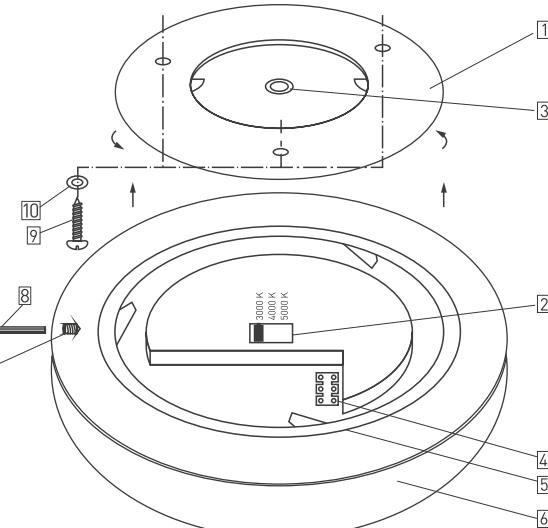

Рис. 2. Конструкция светильника
**⚠ ВНИМАНИЕ!** Для предотвращения несанкционированного демонтажа в конструкции крепления предусмотрен специальный стопорный винт [7] (см. рисунок 2).
- Для переключения цветовой температуры воспользуйтесь переключателем CCT [2] (см. рисунок 2). Изменение режима работы допустимо делать только при отключенном питании светильника.